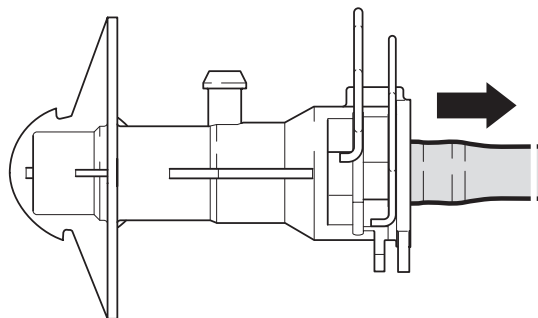

Fig. 6: O orifício de purga está livre com a tubagem de ligação removida e os cliques abertos
3. Remover a tubagem até ao batente (fig. 6)